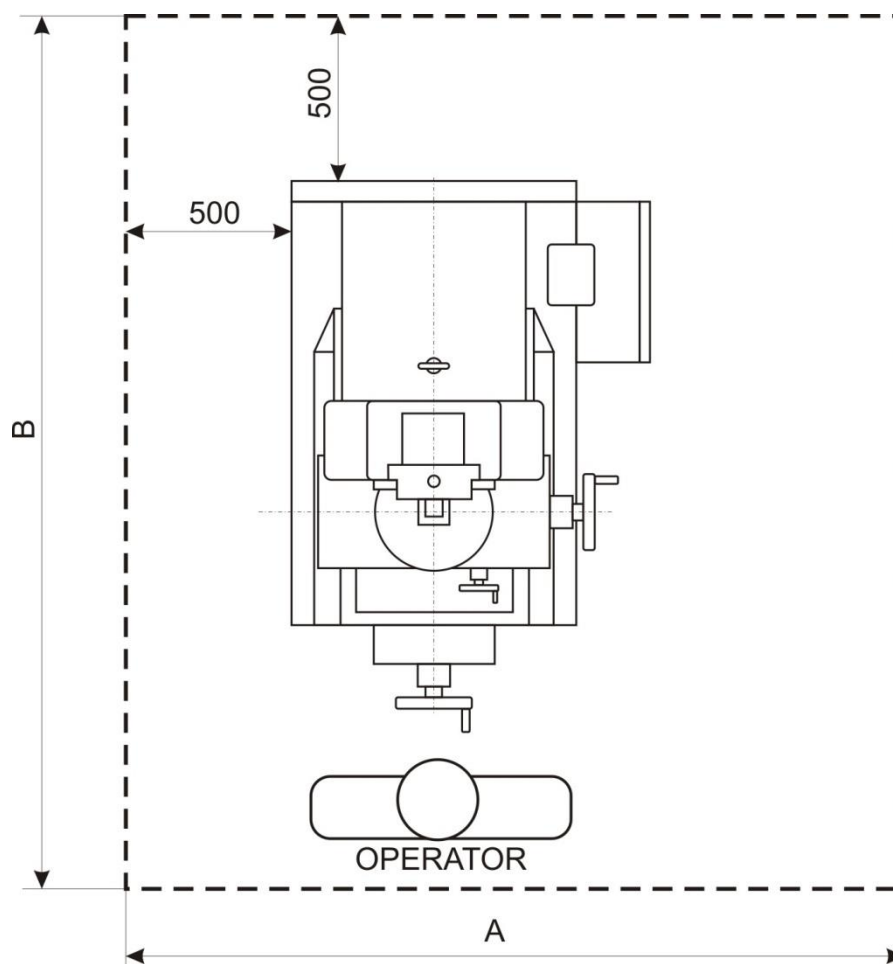

рис. 1
- обеспечить пространство для обслуживания и ремонта в соответствии с размерами, указанными на рис.1.